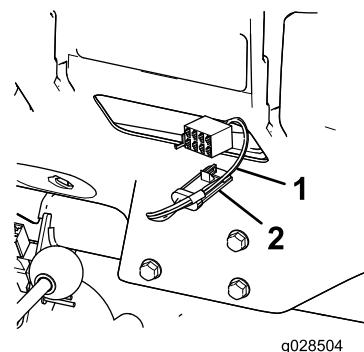

Figura 12
2. Conecte el conector de 4 pinos del adaptador del arnés de cables al conector hembra de 4 vías del cableado de la consola de control (Figura 12).